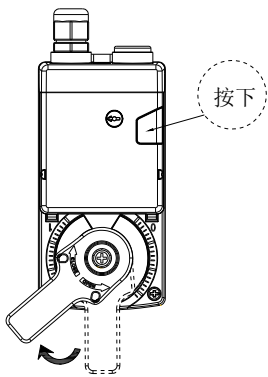

图 4
- 按下执行器离合按键, 顺时针转动手柄至无法转动的位置, 如图 4。